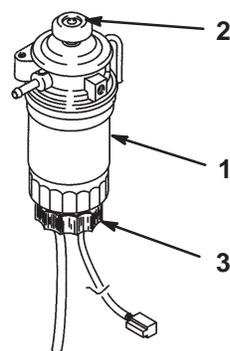

Bild 28
2. Drücken Sie die Kaltstarthilfe oben am Kraftstofffilter, bis Sie einen Widerstand fühlen (Bild 28).